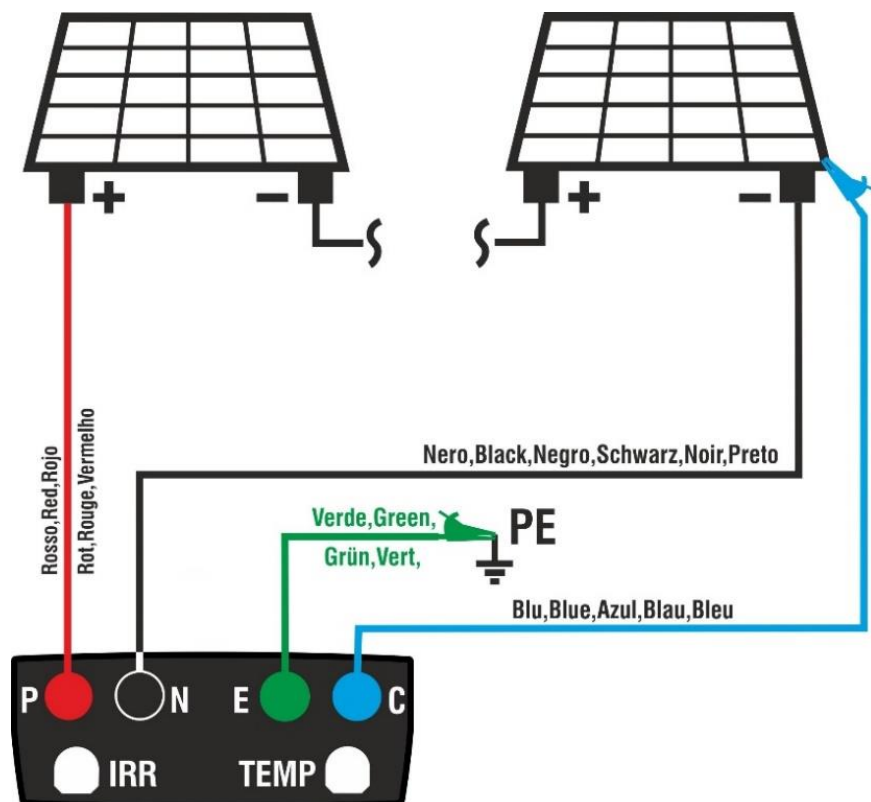

Fig. 11: Conexión para la prueba IVCK sin unidad remota y sin medida de irradiación
13. Conecte el instrumento al módulo/string en pruebas y eventualmente al nodo principal de tierra de la instalación y a las masas metálicas puestas a tierra como se muestra en Fig. 11. En particular, conecte el polo Negativo de salida del módulo/string al terminal N y el polo Positivo de salida del módulo/string al terminal P